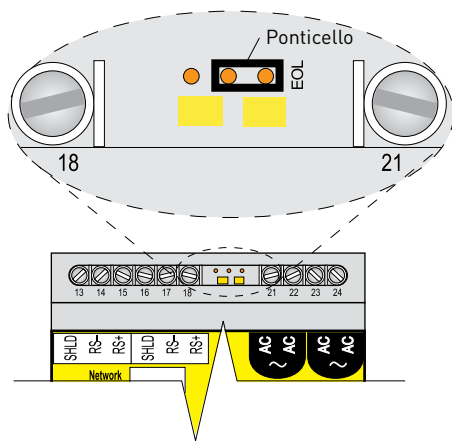

Figura 5a. Ponticello di fine linea per l'ultimo TTSIM
- Sull'ultimo TTSIM-2 del circuito mettere il ponticello come illustrato in Figura 5a.